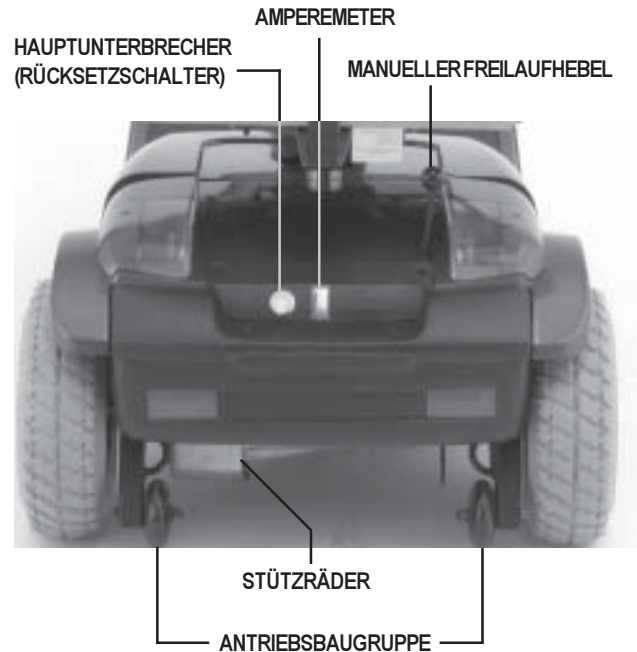

Abb. 6. Heckteil
Der Hauptunterbrecher (Rücksetzschalter), das Amperemeter, der manuelle Freilaufhebel, die Stützräder, die Hecksicherungen und der Antrieb befindet sich im Heckteil Ihres Elektromobil. Siehe Abb. 6.
Bei einer zu niedrigen Batteriespannung oder bei der Überlastung des Elektromobil durch schwere Last oder zu große Steigungen, ist ein Auslösen der Hauptunterbrecher möglich, um Motor und Elektronik vor Schäden zu schützen. Siehe Abb. 6.
- Der manuelle Freilaufhebel befindet sich am Ende der Antriebsbaugruppe, rechts am Heck Ihres Elektromobil. Siehe Abb. 6.